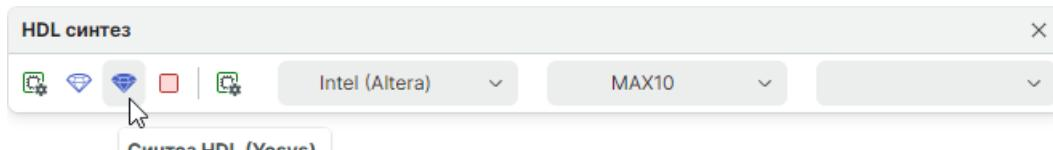

Рис. 53 Расположение кнопки «Синтез HDL (Yosys)»
2. В панели инструментов «HDL синтез» нажмите кнопку  , см. Рис. 53.